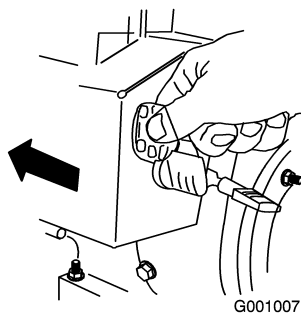

Figure 23
- Insérez la clé de contact dans le commutateur d'allumage (Figure 23).